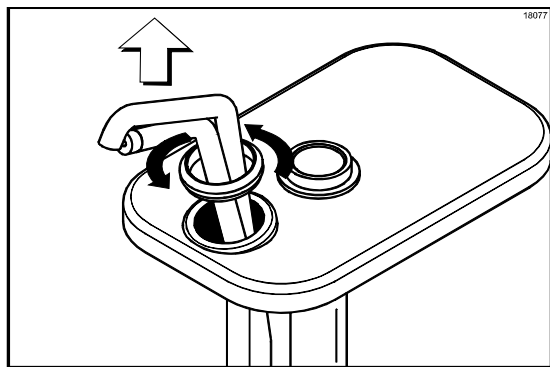

Figure 78
9. Retirer le contre-écrou du tube d'évacuation en le tournant dans le sens inverse des aiguilles d'une montre et en le faisant glisser sur le tube (Cf. Figure 78).